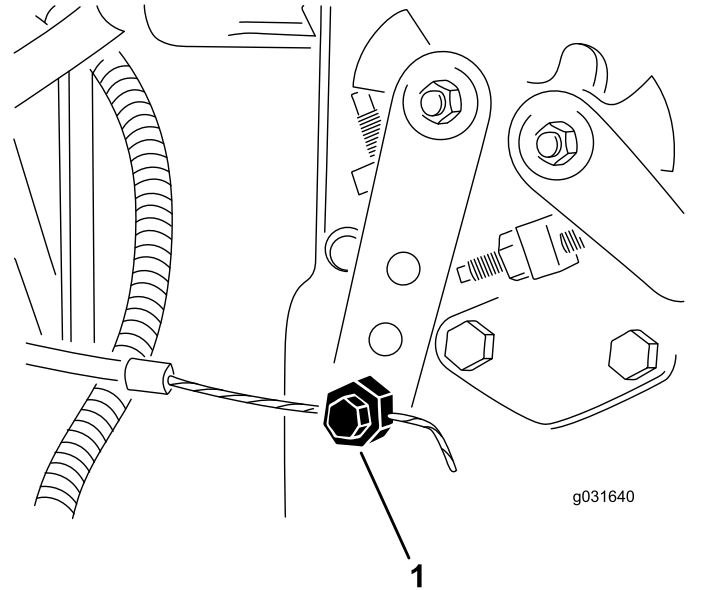

図 63
2. 噴射ポンプのレバーアーム 図 63の部分にあるスロットルケーブルのコネクタをゆるめる。